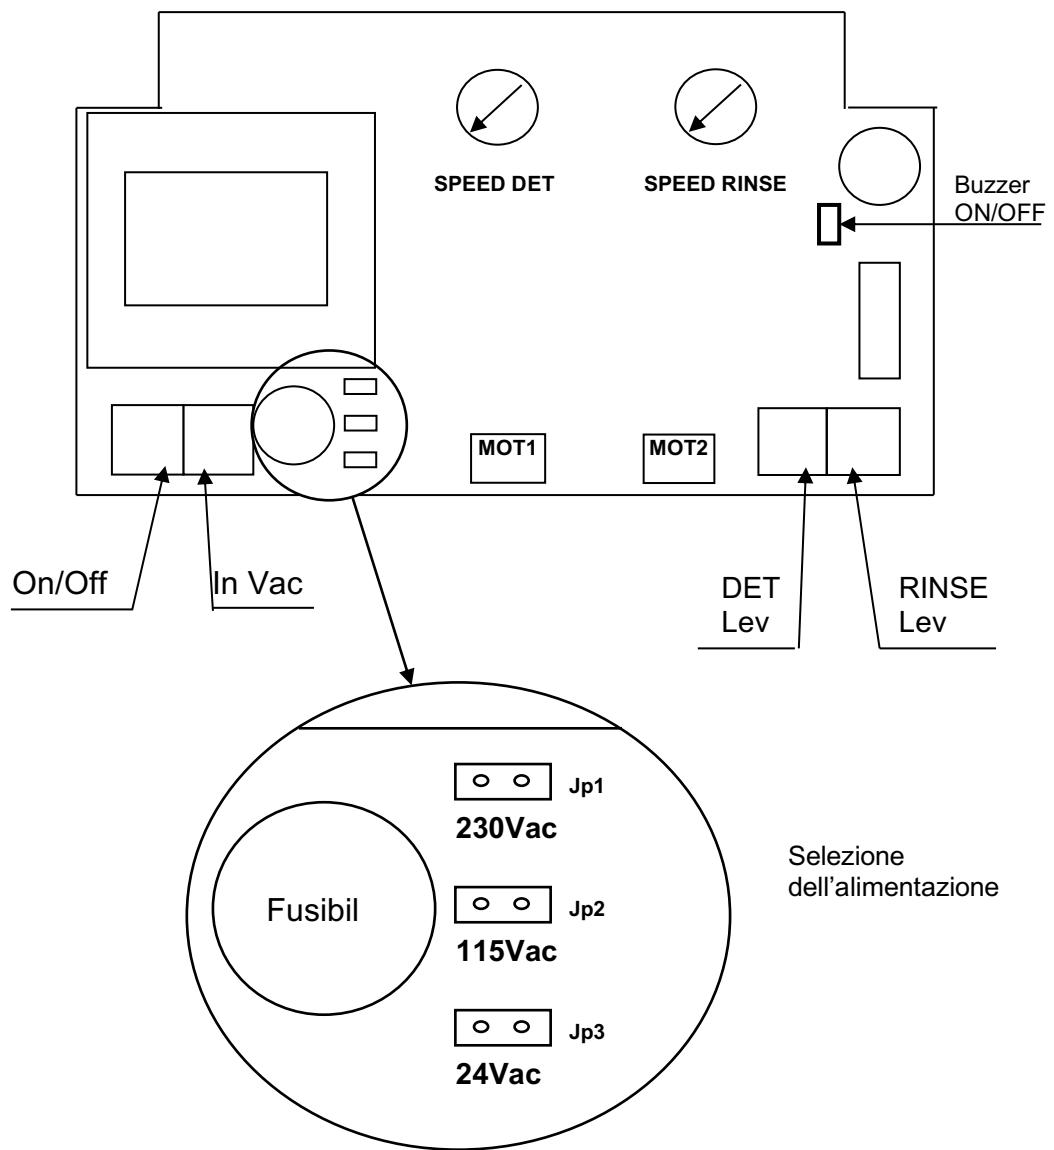

Figura 6
- Collegare la sonda di livello detergente al morsetto **Det Lev** e la sonda di livello brillantante al morsetto **RINSE Lev** (vedere Figura 6)